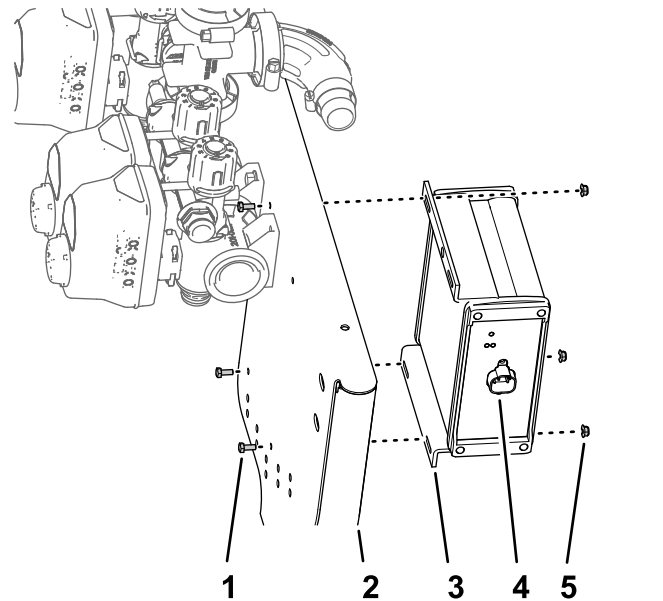

Figure 96
1. Placez le contrôleur de pulvérisateur ASC 10 devant la face avant du support de vannes, le connecteur à 4 broches dirigé vers l'extérieur (Figure 96).
2. Fixez le contrôleur au support de vannes (Figure 96) à l'aide des 3 boulons (3 x 10 mm) et des 3 contre-écrous à embase (4 mm).